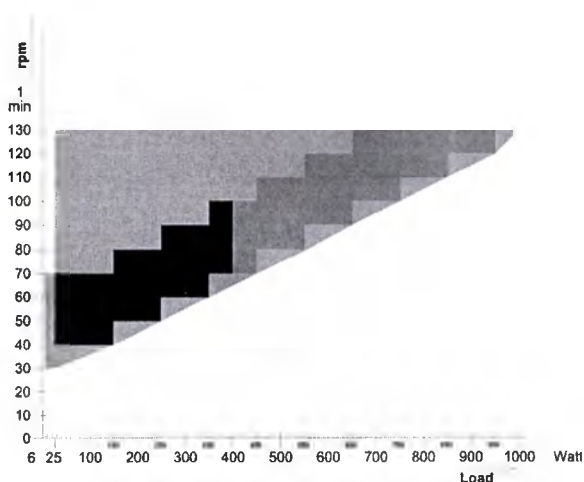

Рис. 10-1. Семейство характеристик диапазона управления крутящим моментом торможения;
- 30–130 об./мин. (см. рис. 10-1).
- Индикатор нагрузки начинает мигать и в том случае, если скорость вращения педалей пациентом выходит за пределы, которые соответствуют семейству характеристик, показанному на рис. 10-1, поскольку в этом случае нагрузка будет меньше необходимой.